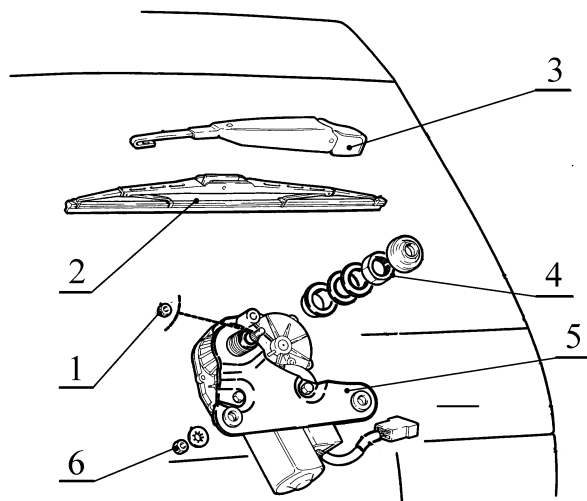

Рис. 2. Стеклоочиститель двери задка а/м ВАЗ-2111.
3.3 Отвернуть гайку 1, рис.2, снять рычаг 3 стеклоочистителя со щеткой 2 в сборе (головка сменная 10, ключ-трещотка).